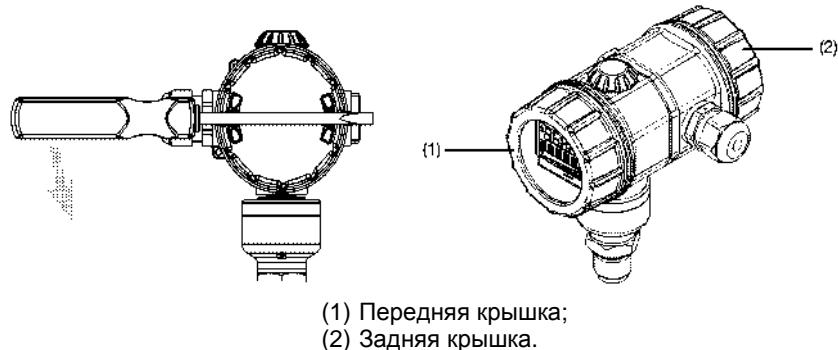

Рисунок 5 - Разборка преобразователей
8.5.2 Передняя крышка (1) и задняя крышка (2) могут быть откручены, например, отверткой (см. рисунок 5).